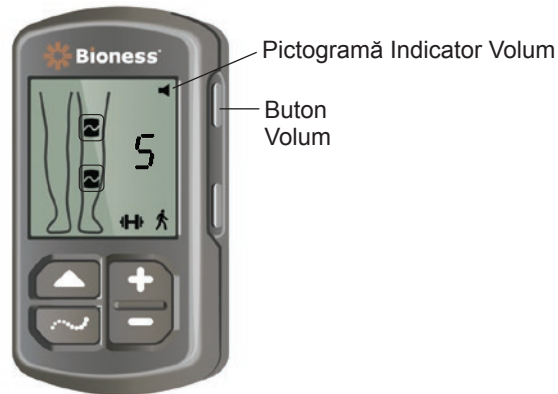

Figura 4-10: Butonul Volum de pe unitatea de control
1. Apăsați pe butonul Volum de pe unitatea de control. Consultați Figura 4-10. Pictograma Indicator Volum din colțul din dreapta-sus al afișajului digital va dispărea.
1. Apăsați pe butonul Volum de pe unitatea de control. Consultați Figura 4-10. Va apărea pictograma Indicator Volum în colțul din dreapta-sus al afișajului digital.